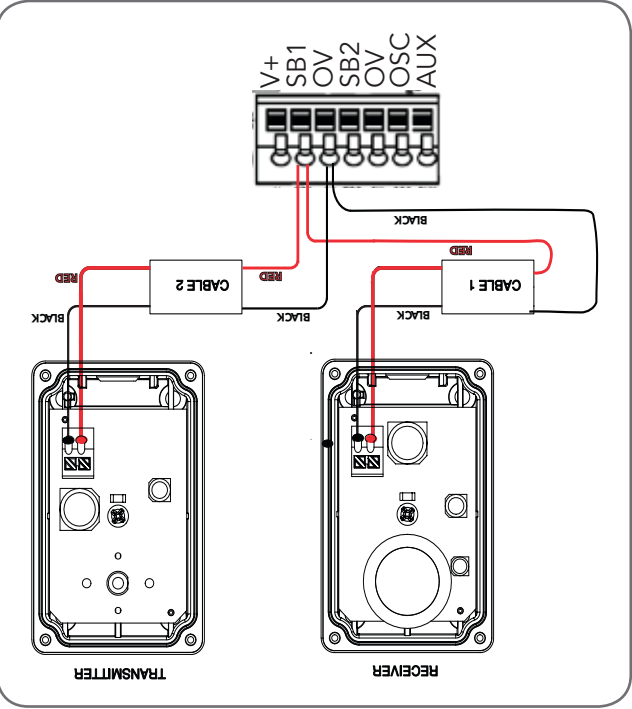

Fig. 6.3.2
- Raccordez les faisceaux PE conformément au schéma (Fig. 6.3.2).